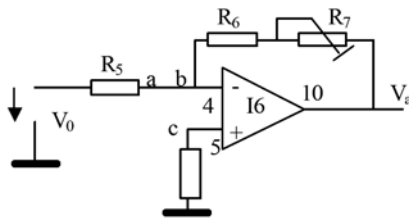

Fig. 2.5
a) Pentru tensiuni de ieșire  $V_a$  pozitive (fig. 2.5), amplificatorul  $I_6$  este în conexiune inversoare. Deoarece nivelul maxim de tensiune se realizează în amplificatorul precedent, acest amplificator va trebui să aibă amplificarea egală cu 1 în modul. Deci: